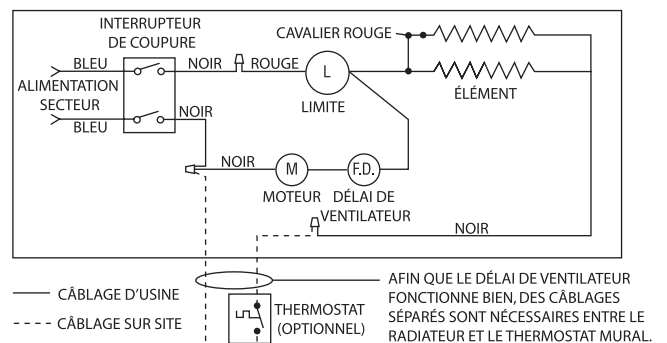

Figure 1A - Radiateurs de plafond en monophasé, pour réduire la puissance ôter le cavalier rouge
7. Installez le boîtier arrière de radiateur dans l'ouverture du plafond et fixez-le en place en utilisant ses trous de montage sur les côtés avec quatre (4) attaches non fournies. Consultez l'AVERTISSEMENT N° 8.
9. Enlevez le couvercle du compartiment de câblage de l'ensemble de radiateur en ôtant deux (2) vis. Montez le radiateur sur son boîtier arrière en utilisant quatre (4) vis précédemment ôtées à l'étape 5.
11. Connectez les fils de l'alimentation secteur sur les fils de couleur bleue de l'interrupteur en utilisant des connecteurs de fils de taille appropriée. Voyez les schémas de câblage en Figure 1A-1E.
12. Passez les fils d'alimentation du radiateur (et des accessoires s'il y a lieu) au travers du trou lisse du support d'interrupteur et reliez-les sur les fils de couleur noire de l'interrupteur, en utilisant des connecteurs de fils de taille appropriée. Voyez les schémas de câblage en Figure 1A-1E.
13. Réunissez soigneusement les fils d'alimentation sous le support de l'interrupteur et fixez ce support au boîtier arrière en utilisant deux (2) vis ôtées à l'étape 5.
14. Installez le couvercle du compartiment de câblage ôté à l'étape 9. Passez l'interrupteur sur la position de marche (ON).
15. Installez le couvercle avant en utilisant les quatre (4) vis (cruciformes encastrables ou inviolables) fournies avec le radiateur.